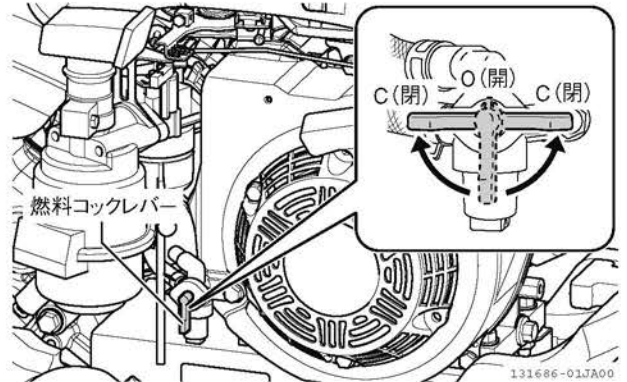

図 4-24 燃料コックレバー
1. 燃料コックレバーを「C (閉)」位置にします。(図 4-24)